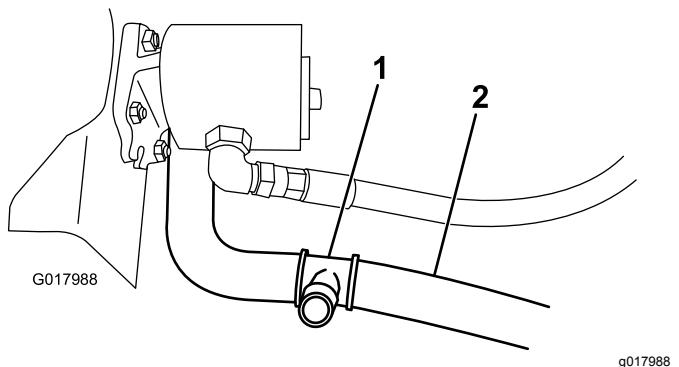

図 17
2. 下側ラジエター hoses を、 90° の曲がりのセンターラインから 89 mm の所で切断する図 17。
3. 切断した部分に字フィッティングを入れ、幅広のホースクランプ2個で固定する図 17。